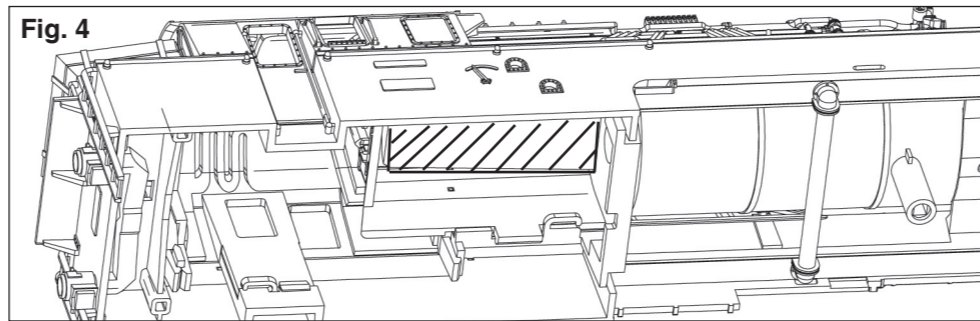

Fig. 4
**Einbau eines digitalen Empfängerbausteins (Decoders):** Die Lage der Schnittstelle entnehmen Sie bitte Fig. 2/5/6. Auf die schraffierte Fläche der Kesselbeschwerung (s. Fig. 4) kann ein **DECODER z.B. Fleischmann 687403** mit 6-poligem Stecker (**NEM 651**) geklebt werden. Brückenstecker nach oben abziehen (gut aufheben, die Lok kann so auf Gleichstrombetrieb zurückgebaut werden). Stecker des Decoders dafür einstecken, wobei auf Gleichlage der mit „1“ gekennzeichneten Kontakte an Stecker und Schnittstelle zu achten ist. Beim Einbau auch die Betriebsanleitung des jeweiligen DECODERS beachten.
**Installing the digital decoder:** The position of the interface is shown in figures 2, 5 and 6. On boiler weight indicated by the cross-hatched section shown in fig. 4, a decoder e.g. **Fleischmann 687403** with a 6-pole plug (**NEM 651**) can be glued on. Pull the jumper out of the interface socket. Plug in the connector of the decoder instead, taking care that the pins marked „1“ on the socket and the connector are situated on the same side. Keep the jumper, so you can restore the loco to the D.C. current version. Please consult the instructions included with the DECODER for fitting advice.
**Het inbouwen van een digitale ontvangerbouwsteen**: Op de gekenmerkte plaats (Fig. 4) kan een **DECODER bijvoorbeeld Fleischmann 687403** met 6-polige stekker (**volgens NEM 651**) geplaatst worden. Voor het gelijkstroombedrijf (standard instelling) is daar een overbruggingsstekker ingestoken, de voor de montage van een decoder verwijderd dienen te worden. Bij het inbouwen a.u.b. de handleiding van de DECODER raadplegen.
**Montaggio di un modulo di ricezione digitale**: La posizione dell'interfaccia è mostrata in figura 2, 5 e 6. Sul piano tratteggiato del peso di caldaia (Fig. 4), un **DECODER per es. Fleischmann 687403** con spina di 6 poli (**NEM 651**) può essere incollato. Estrarre la spina a ponte presente sul circuito stampato e a tale scopo inserire la spina del decoder in modo tale che le tacche "1" si trovino sullo stesso lato. Attenzione: Conservare il spina a ponte per l'eventuale sostituzione del modulo mal funzionante. Prima di procedere al montaggio, consultare il manuale di funzionamento del DECODER.